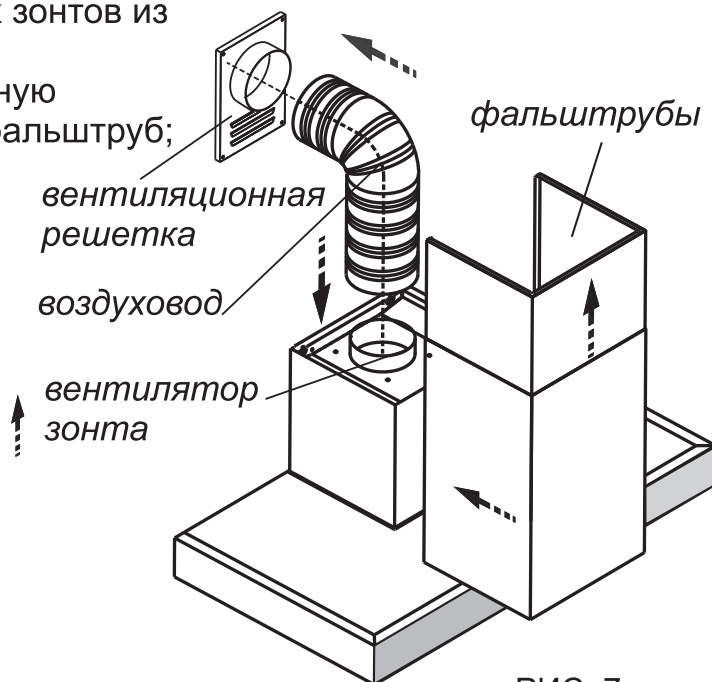

РИС. 7
6.3 Соедините вентилятор с вентиляционной решеткой полужестким гофрированным воздуховодом (рис. 7).